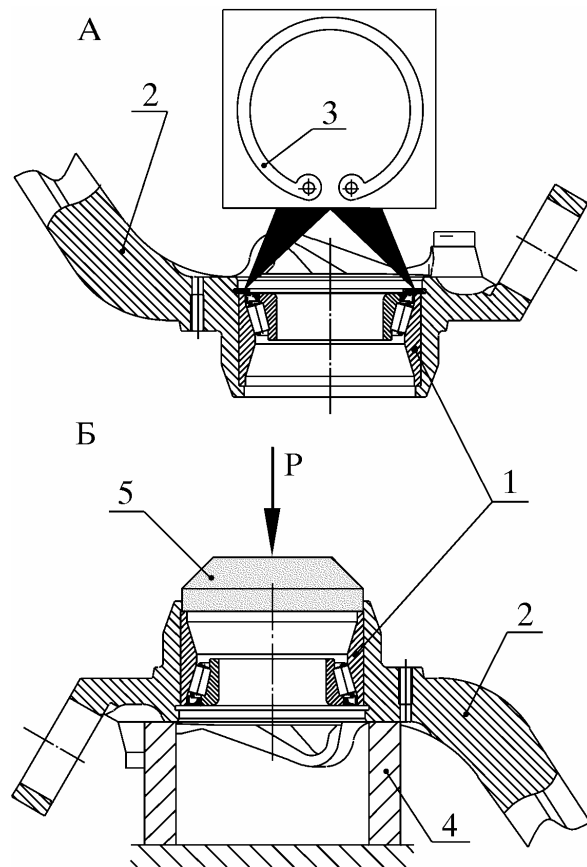

Рис. 8. Снятие стопорного кольца и выпрессовка подшипника ступицы:
- 3.7. Приспособление и оправка технологические - для выпрессовки подшипника из отверстия поворотной стойки (рис. 8).
4.13. Выпрессовать подшипник 1 (рис. 8) из отверстия поворотной стойки 2